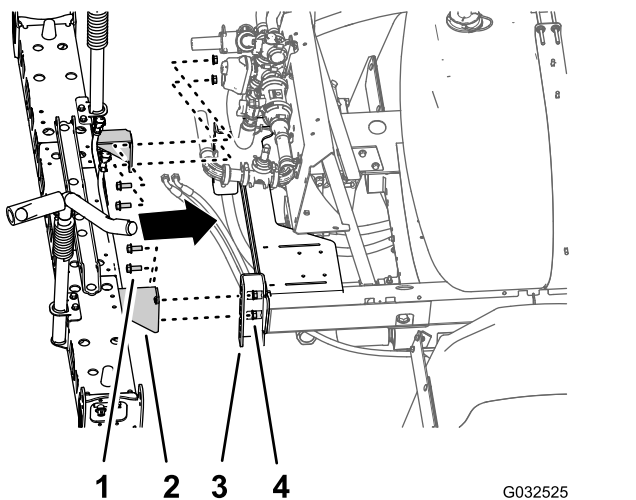

Figura 85
1. Utilizzando l'attrezzatura di sollevamento della capacità specificata, sollevate la sezione della barra centrale e allineate i fori nella staffa di supporto per la sezione della barra con il terzo e sesto foro nel profilato di montaggio per il telaio dell'irroratrice (Figura 85).
2. Montate la sezione della barra centrale sui profilati di montaggio (Figura 85) con i 4 bulloni a testa flangiata (1/2" x 1 1/4") e 4 dadi di bloccaggio flangiati (1/2") che avete rimosso al passaggio 4 di Rimozione della sezione della barra centrale (pagina 33).